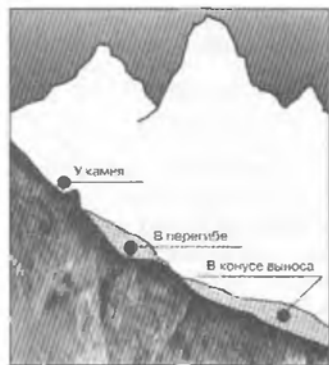

Рис. 19. Места наиболее вероятного нахождения пострадавших в лавине
- места наиболее вероятного и возможного нахождения попавших в лавину **(рис. 19)**;